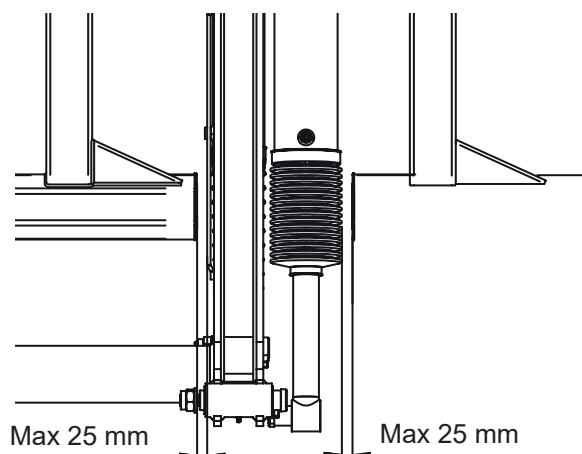

Bild 34. Lagstadgade mått
- Avståndet i sidled mellan underkörningsskyddet och bavgavellyftens rörliga delar får inte vara större än 25 mm. Se Bild 34.
- Underkörningsskyddets enskilda delar måste var och en ha en faktisk yta på minst 350 cm². Se Bild 34.